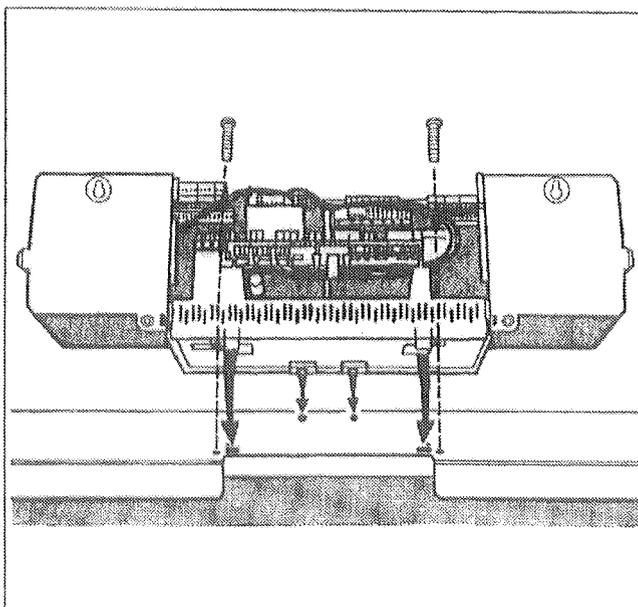

Fig. 14: Avvitare l'apparecchio di regolazione; HS 431x come esempio
- Disporre l'apparecchio di regolazione sul coperchio caldaia anteriore in modo che anteriormente i ganci vengano introdotti nei fori ovali (Fig. 14).
Immettere i tubi capillari delle sonde termiche e, in caso di regolazione "Ecomatic", il cavo per la sonda della temperatura dell'acqua di caldaia nel ritaglio del coperchio caldaia anteriore (Fig. 14).
- Tirare in avanti l'apparecchio di regolazione premendolo contemporaneamente verso il basso, fino a che i due ganci elastici non scattino nei fori posteriori (Fig. 14).
- Fissare l'apparecchio di regolazione sul coperchio caldaia anteriore mediante due viti (Fig. 14).